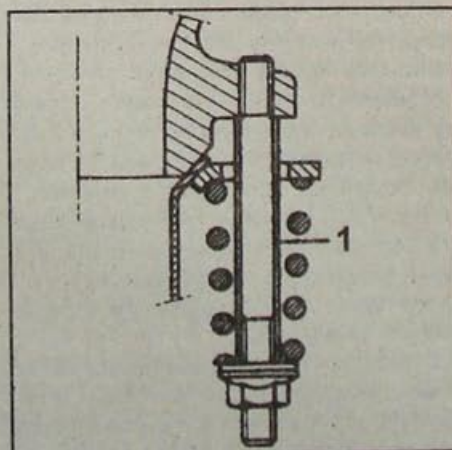

Рис. 2.49. Болт (1) хомута крепления фланца приемной трубы системы выпуска отработавших газов
• Затяните подпружиненные болты хомутов крепления фланцев приемной трубы системы выпуска отработавших газов (рис. 2.49).